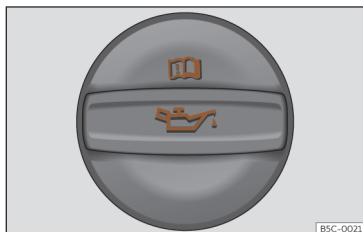

Fig. 204 Tampa do bocal de enchimento do óleo do motor no compartimento do motor.
- Localize o bocal de enchimento do óleo do motor. Reconhece-se pelo símbolo que existe sobre a tampa >>> **Fig. 204**.
- Desenrosque a tampa do bocal de enchimento do óleo do motor >>> **Fig. 204**.